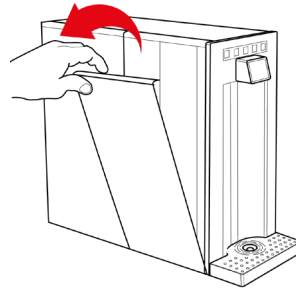

Fig. 1-13
26.4 – Rimuovere il pannello laterale in plastica afferrandolo dal lato superiore e tirandolo in avanti, vedi Fig. 1-13.